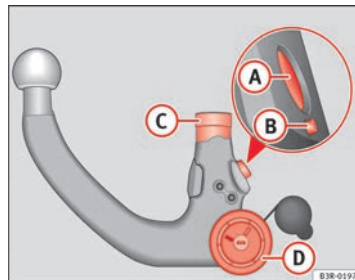

Fig. 168 Dispositivo desmontable para remolque: Rótula
- Compruebe que el perno de bloqueo (A), la palanca de desenclavamiento (B), el vástago de encaje (C) y la rueda moleteada (D) ⇒ fig. 168 de la rótula no están sucios ni deteriorados. ▶